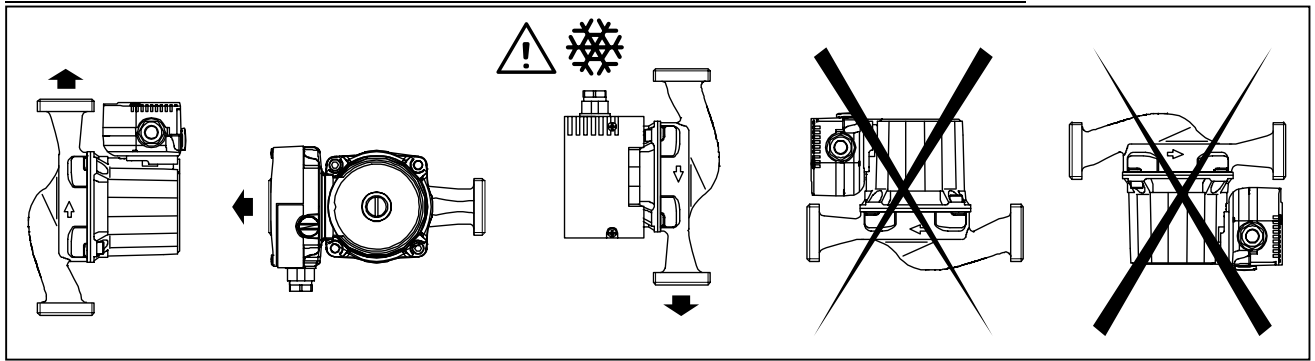

Рис. 1
- Насос монтируется только с горизонтальным расположением вала (См. Рис. 1).